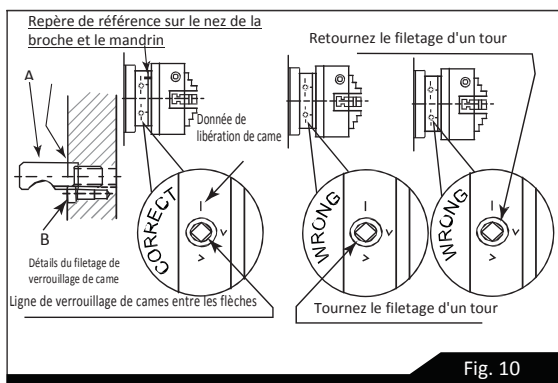

Fig. 10
Lors du montage des mandrins ou du plateau circulaire, assurez-vous d'abord que la broche et les filetages du mandrin sont propres et que tous les verrouillages de cames sont positionnés correctement ; voir la figure. Il peut être nécessaire de réinitialiser les filetages de verrouillage de came (A) lors du montage d'un nouveau mandrin. Pour ce faire, retirez les vis de verrouillage à tête à six pans creux (B) et réglez chaque filetage de telle sorte que la bague gravée (C) corresponde à la face arrière du mandrin - avec la fente alignée sur l'orifice de la vis de verrouillage (voir la Fig 10).